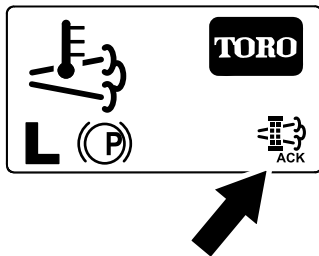

Figura 61
- El InfoCenter muestra la página de inicio y el icono de reconocimiento de regeneración (Figura 61) aparece en la esquina inferior derecha de la pantalla mientras se procesa la regeneración.